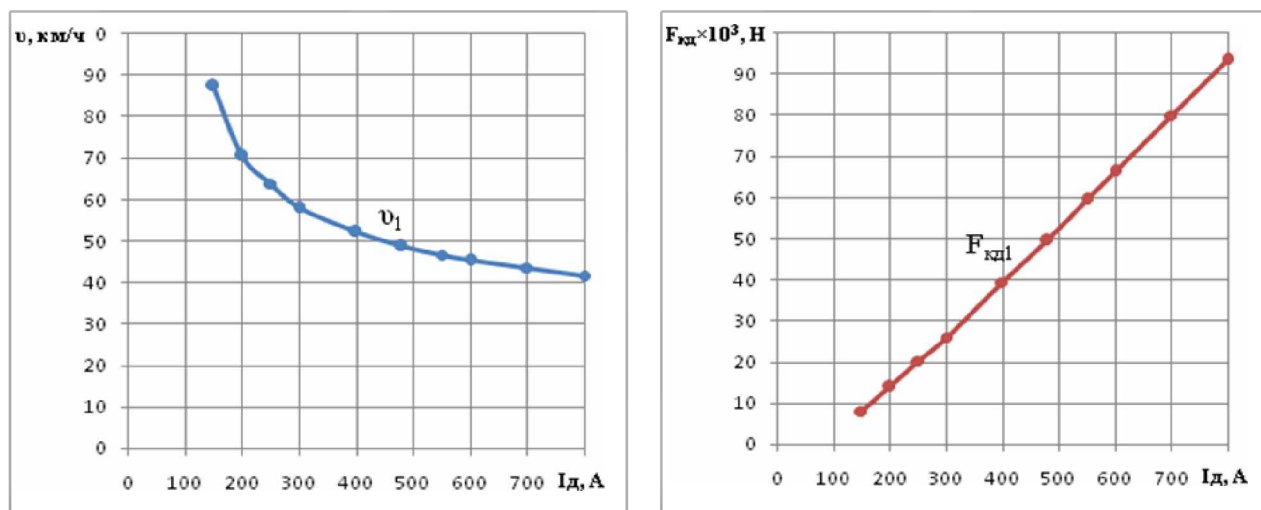

Рисунок 1 – Скоростные (а) и тяговые (б) характеристики тягового электродвигателя локомотива
**Текст задания:** Даны скоростные и электротяговые характеристики тягового электродвигателя локомотива (рис. 1) при диаметре движущего колеса  $D_1=1050$  и передаточном отношении (числе) зубчатой передачи  $\mu_1=3,826$ . Требуется определить скоростные и электротяговые характеристики этого электродвигателя при диаметре движущего колеса  $D_2=1000$  и передаточном отношении зубчатой передачи  $\mu_2=3,26$  при токе  $I_D=550\text{А}$